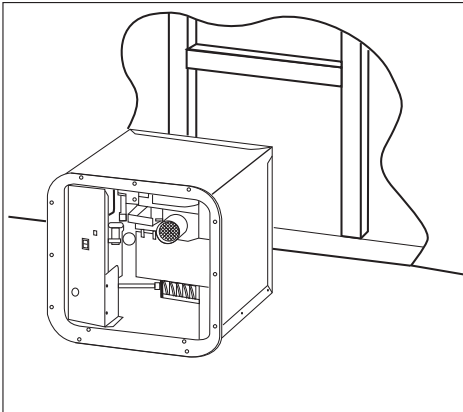

Figure 4
6. Fixer le boîtier du chauffe-eau au véhicule en insérant des vis à tête plate no 8 – 3/4 po dans chaque trou de la bride de porte (Figure 4). S'assurer qu'il y a un joint étanche entre la paroi latérale et la bride. Sinon, répéter les étapes ci-dessus.